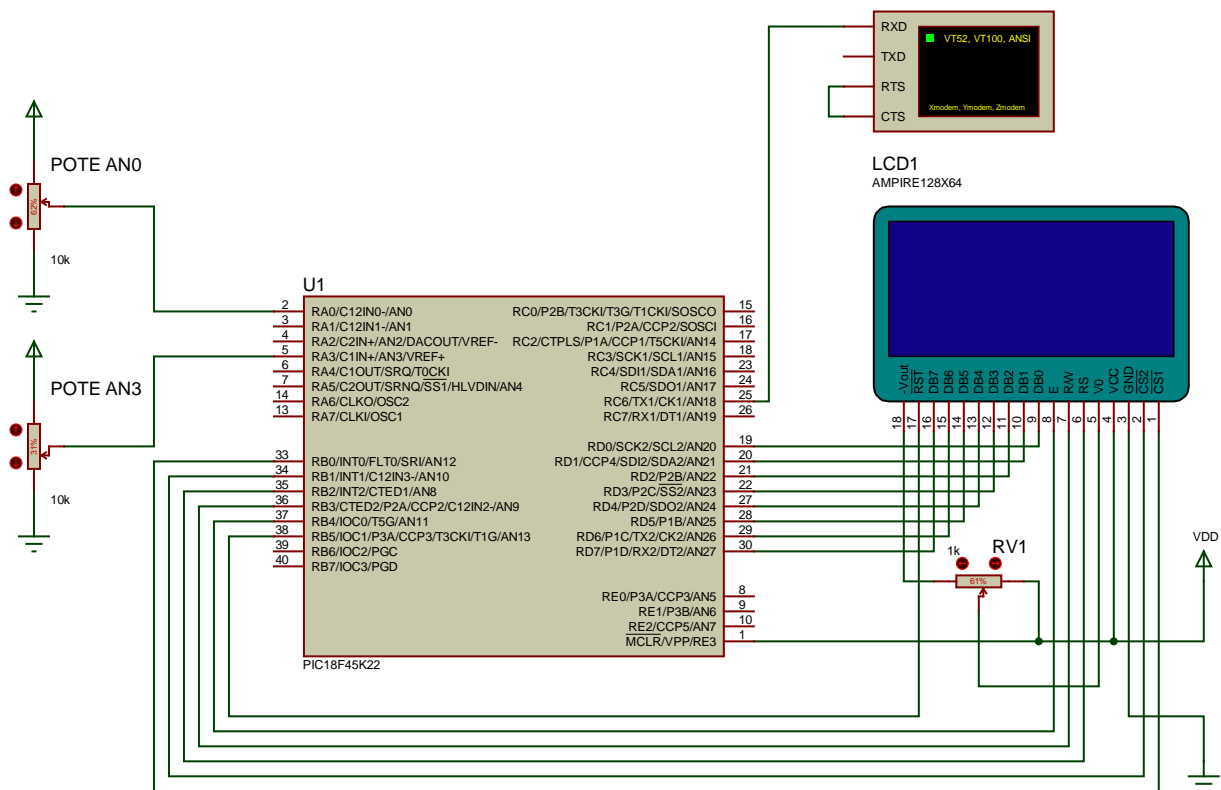

Figura 2. Connexionat del Virtual Terminal amb el PIC18F45K22
2. Ampliar l'esquema elèctric de la pràctica de A/D sobre Proteus. Feu una extensió del projecte de A/D, afegint un element que permet visualitzar l'activitat de la línia sèrie durant la simulació. Utilitzeu el **Virtual Terminal** que trobareu a la icona de *Instruments*. Fer el connexionat segons mostra la figura 2. Cal configurar el **Virtual Terminal** (botó dret, seleccionar l'opció *Edit Properties*) de la següent forma: transmissió asíncrona de 8 bits, 115200 bauds, 1 bit de stop i sense paritat.